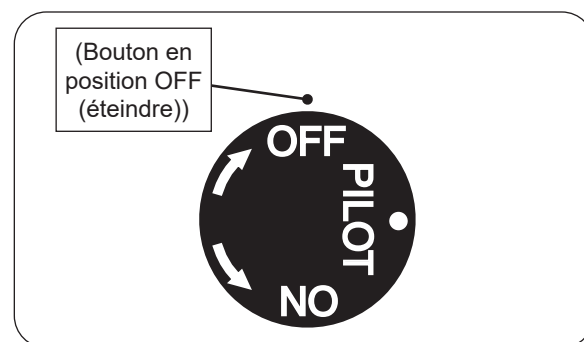

Fig. 53-2 Arrêt du pilote
- Localisez la vanne sur le côté de l'unité. Pousser le gaz bouton de commande légèrement et tourner dans le sens des aiguilles d'une montre ↻ sur **OFF** (éteindre) (voir Fig. 53-2).
Appuyez légèrement sur le bouton de contrôle et tournez-le dans le sens des aiguilles d'une montre ↻ pour **OFF** (éteindre). Ne force pas. Voir Fig. 53-2.